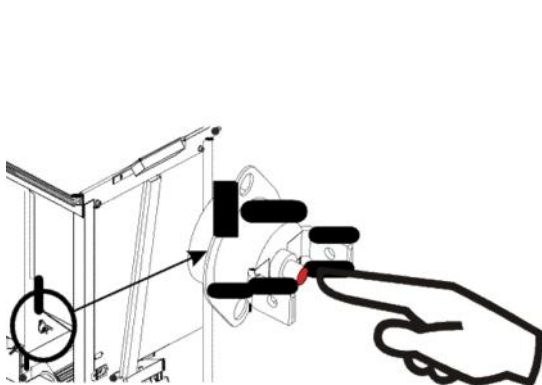
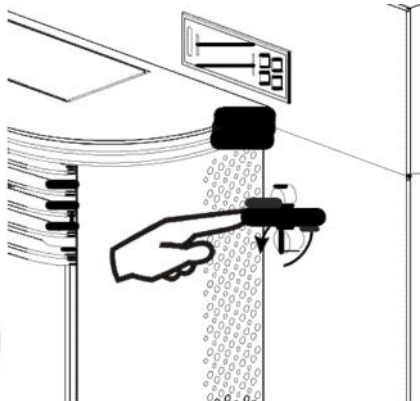

Рис. 28
Рис. 29
- 12.10.** Если двигатель не вращается и на дисплее отображаются импульсы, первое, что необходимо сделать, это отключить печь и посмотреть, если термостат безопасности активирован. Отключить печь и проверить, если защитный термостат, который находится внутри печи, для Экоaire (Рис. 28), доступный при открытии правой боковой двери, для чего удалить оба винта, которые крепят его. Для активации необходимо нажать на кнопку, если термостат активируется, то будет "щелчок". В моделях Эко I и Эко II (Рис. 29), он находится спереди, под клавиатурой. Необходимо повернуть защитный колпачок.